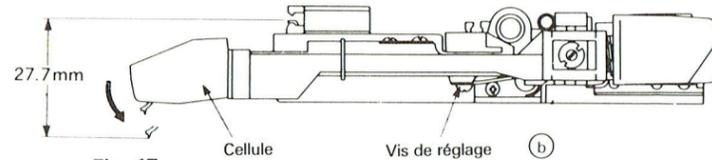

Fig. 17
2.2 Réglage de la hauteur du bras (Fig. 17)